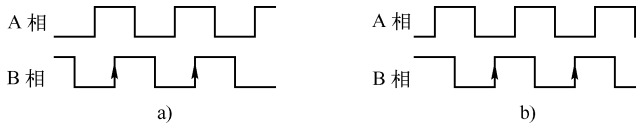

图 3-77 A/B 相编码器的输出波形图
2) 双通道增量式编码器又称为 A/B 相或正交相位编码器，内部有两对光耦合器，输出相位差为 90° 的两组独立脉冲列。正转和反转时两路脉冲的超前、滞后关系相反（见图 3-77），如果使用 A/B 相编码器，PLC 可以识别出转轴旋转的方向。